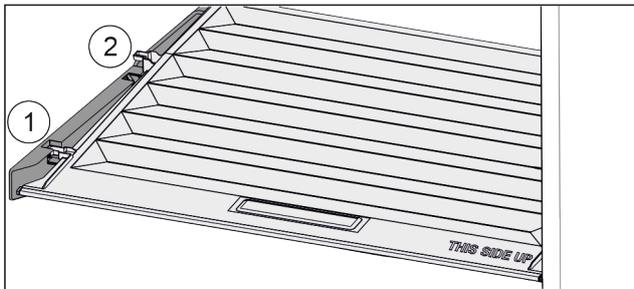

Fig. 74
- ▶ Tirer le couvercle vers l'avant jusqu'à dans l'orifice des pièces de retenue Fig. 74 (1).
- ▶ Le soulever par le bas à l'arrière et le sortir par le haut Fig. 74 (2).